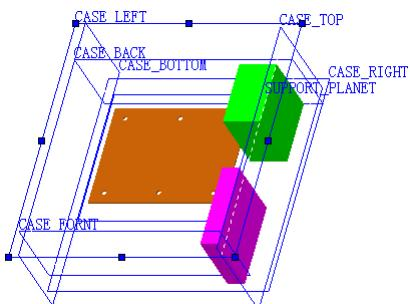
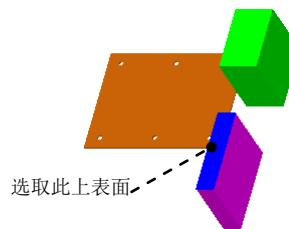

图 17.3.13 创建机箱的左平面
图 17.3.14 选取参考实体
Step7. 创建图 17.3.13 所示的机箱的左平面。选择下拉菜单 **插入 (I)** → **参考几何体 (G)** → 基准面 (F)… 命令。选取图 17.3.14 所示的模型表面作为参考实体，在 后的文本框中输入数值 15.0。左名称为 CASE_LEFT。